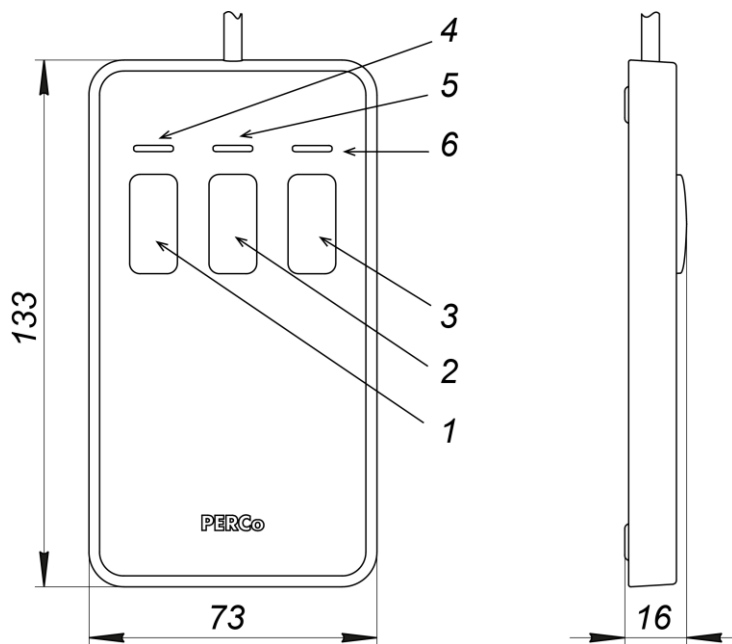
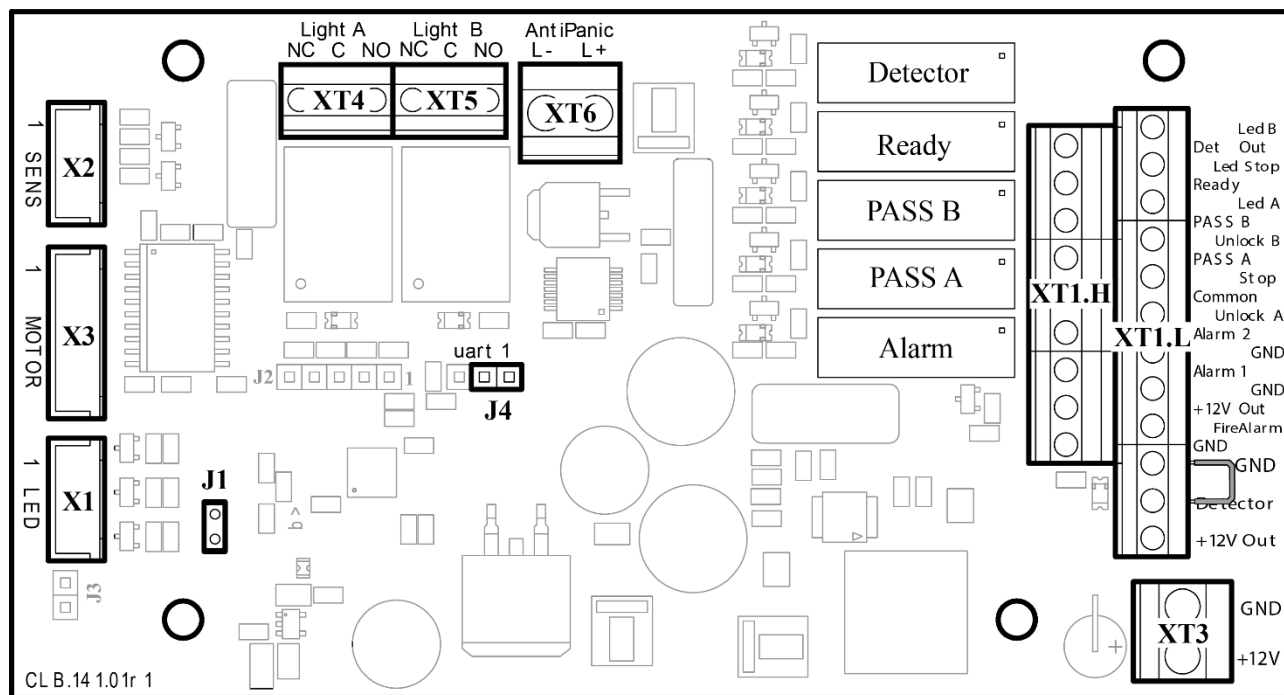

Рисунок 4. Общий вид и габаритные размеры ПДУ
Рисунок 5. Внешний вид платы управления
ПДУ (9) выполнен в виде небольшого настольного прибора в корпусе из ударопрочного АБС пластика и предназначен для задания и индикации режимов работы при ручном управлении турникета. ПДУ подключается к плате гибким многожильным кабелем (10) через клеммную колодку **XT1.L** (см. рис. 5). Общий вид ПДУ показан на рис. 4.
Внутри стойки расположен кронштейн с установленной платой управления (см. рис. 5) и клеммами для подключения внешних устройств. К плате подключаются ПДУ, выходы СКУД, устройство РУ (при его использовании), устройство аварийного открытия прохода *Fire Alarm* (далее – *устройство Fire Alarm*). На клеммы подключения внешних устройств выведены линии подключения источника питания, линии сигналов считывателей. Подключение внешних устройств производится в соответствии со схемой электрических соединений турникета (см. рис. 13).
На плате управления (см. рис. 5) расположены:
Выбор режима управления осуществляется снятием / установкой перемычки на разъем **J1** платы управления. Расположение разъема **J1** показано на рис. 5. При поставке перемычка установлена, что соответствует импульсному режиму управления турникетом. Для перехода в потенциальный режим управления снимите перемычку. Изменение режима управления произойдет после включения турникета.
Факт подачи напряжения на обмотку реле можно определить по загоранию соответствующего красного светодиода, установленного на плате управления вблизи соответствующего реле (см. рис. 5).